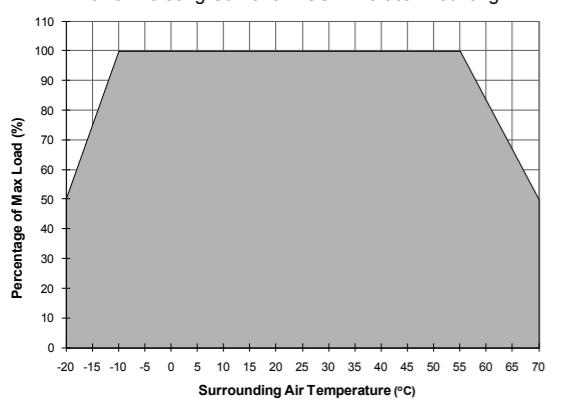

Figure 6
5.4. Temperaturverhalten (Abb. 6)
Derating (Leistungsherabsetzung)	Leistungsherabsetzung gemäß Abb. 6 -10°C bis -20°C (5% / °C), > 55°C (3,33% / °C) Vertikal
Betriebstemperaturbereich (Umgebungstemperatur)	-20°C bis +70°C (Leistungsherabsetzung gemäß Abb. 6)